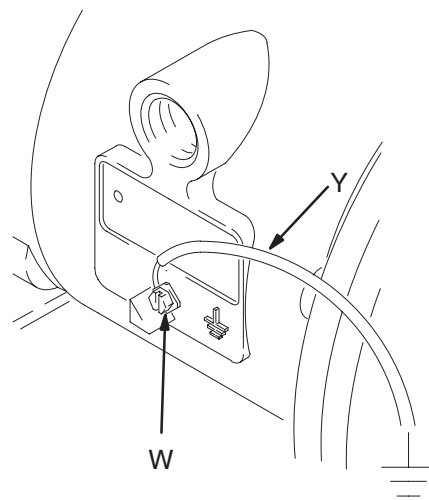

Abb. 1
*Polypropylen- und Kynar®-Pumpen sind **nicht** elektrisch leitfähig. Durch die Befestigung des Erdungskabels an der Erdungsöse wird nur der Luftmotor geerdet. Werden leitende, brennbare Flüssigkeiten gefördert, muß **immer** das gesamte Materialsystem geerdet sein. Dazu muß das Materialsystem elektrisch mit einer guten Erde verbunden werden. Siehe Abb. 1.*
- **Pumpe:** Erdungskabel mit Klammer wie Abb. 1 anschließen. Die Erdungsschraube (W) lösen. Ein Ende eines mindestens 1,5 mm² dicken Erdungskabels (Y) hinter die Erdungsschraube schieben und die Schraube fest anziehen. Das Klammerende des Erdungskabels an einen echten Masseanschluß anschließen. Bestellen Sie die Teile-Nr. 237569 (Erdungskabel mit Klammer).